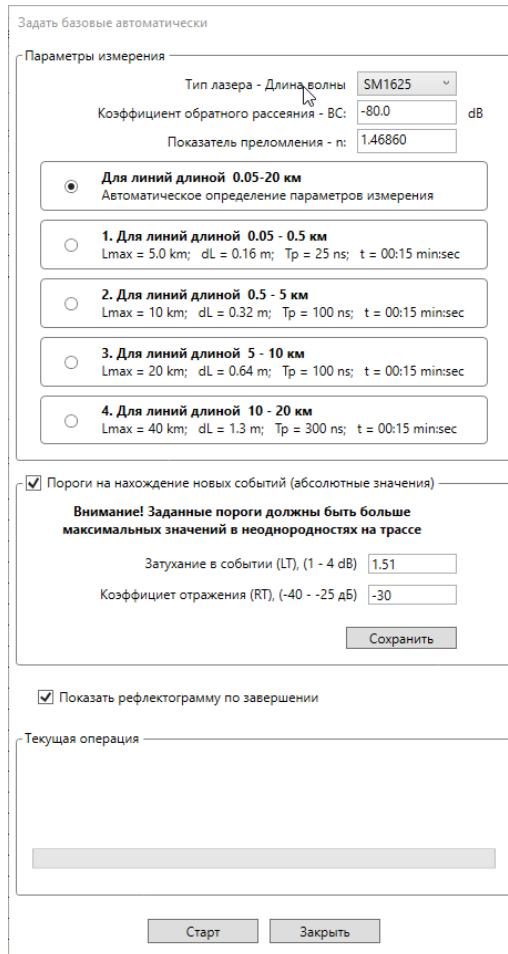

Рисунок 7-15. Настройка автоматического задания базовых для трассы
5. После успешного выполнения операции откроется окно программного компонента RFTSReflect с базовой рефлектомограммой, если в окне Рисунок 7-15 было выбрано «Показать рефлектомограмму по завершении».